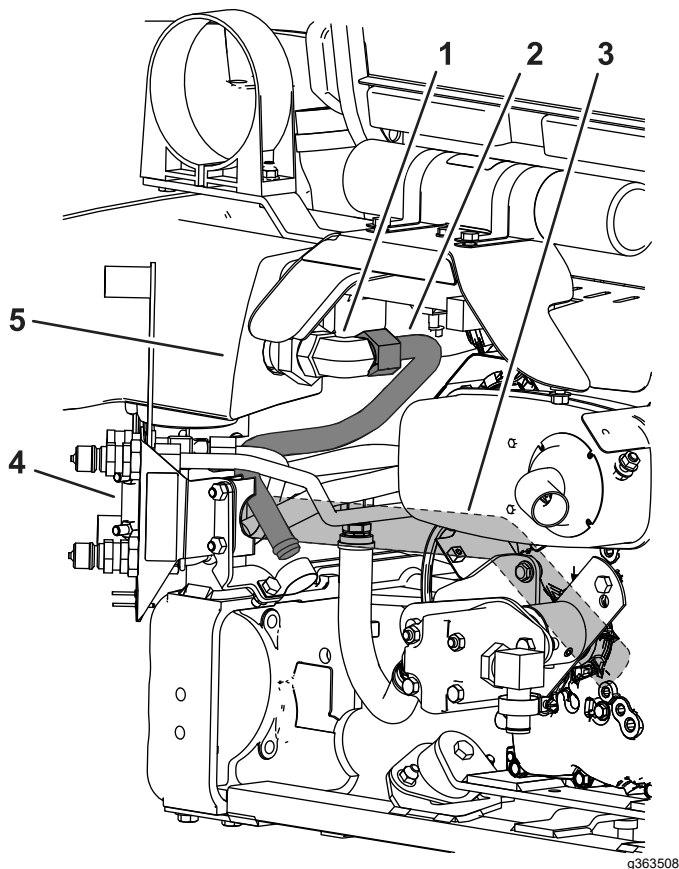

Bild 25
4. Positionieren Sie die Hydraulikleitung Nummer 3 in der Maschine, siehe Bild 25.
5. Befestigen Sie die Hydraulikleitung Nummer 3 am großen 90-Grad-Anschlussstück, der am Sieb und Hydraulikbehälter befestigt ist (Bild 25).